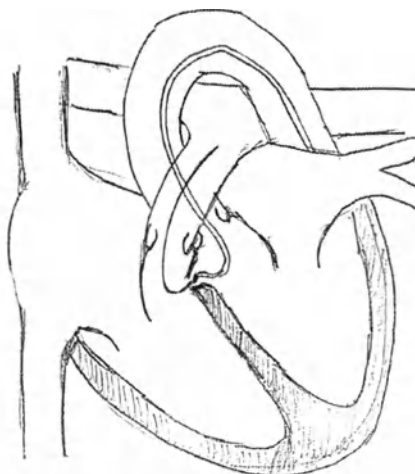

Рис. 03: Прохождение ДМЖП
- (Рис. 03) Начало формирования артериовенозной петли путем продвижения правого коронарного катетера Judkins® (JR) размером 4F, или, если возможно, внутреннего маммарного катетера (IM) через левую бедренную артерию, используя до поступления в левый желудочек проволоочный проводник катетера с мягким наконечником. Проволоочный проводник катетера с запасом длины нужно провести через ДМЖП в легочную артерию (или верхнюю полую вену) Проволоочный проводник катетера должен пересечь ДМЖП с легкой краниальной ориентацией, чтобы облегчить его продвижение в легочную артерию. Это важно для предотвращения прохождения проволоочного проводника катетера под мышечной перекладной (Trabecula septomarginalis). Поэтому рекомендуется использование изогнутого проводника катетера (например, Tegimo® angled wire).